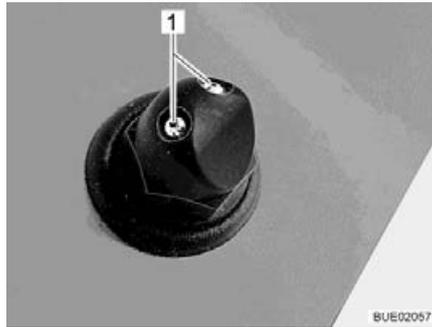

Bild 52 Scheibenwaschdüsen (Variante 1)
- Mit einem spitzen Gegenstand die Scheibenwaschdüsen (Bild 52,1) einstellen, bis die gewünschte Stellung erreicht ist.